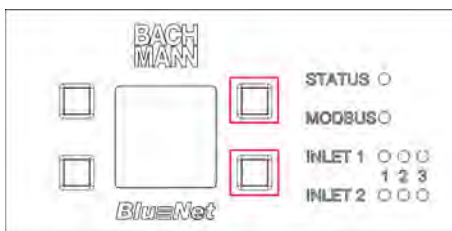

Fig. 83: Pantalla con botones de mando
1. ➔ Mantenga pulsados los dos botones situados a la derecha de la pantalla (Fig. 83/marcados en rojo).
4. ➔ Suelte los dos botones situados a la derecha junto a la pantalla (Fig. 83/marcados en rojo).